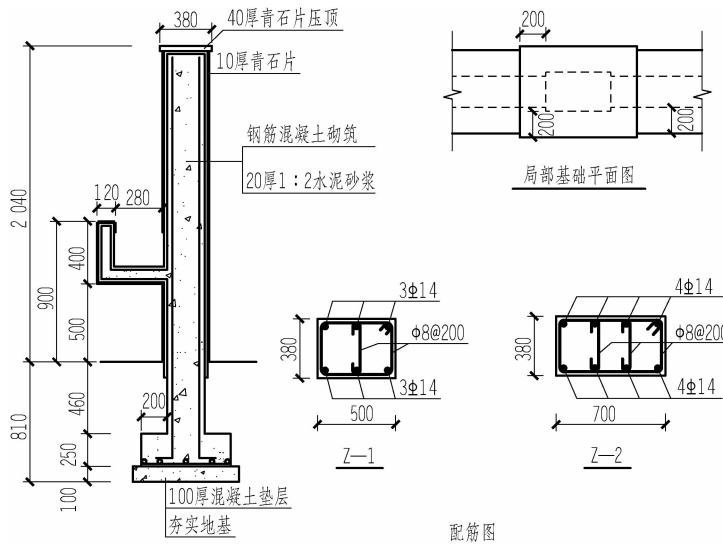
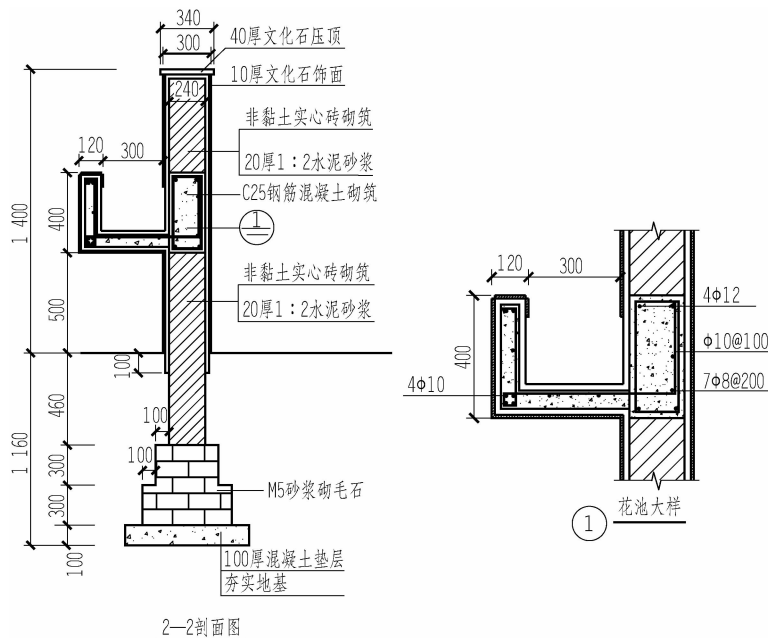

图 2-7-5 景墙剖面图、局部基础平面图及配筋图
图 2-7-6 景墙剖面图和花池详图
识读景墙剖面图及详图,如图 2-7-5、图 2-7-6 所示。
- (1) 根据图 2-7-5、图 2-7-6,用专业术语描述出不同部位景墙的材料及各部分尺寸。
- (2) 根据图 2-7-5、图 2-7-6,用专业术语描述出不同部位景墙的施工工艺和细部处理方式。
绘制景墙剖面图及详图,参照任务一的图 2-7-5、图 2-7-6。